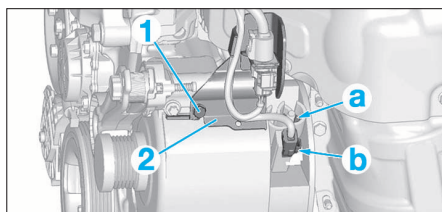

FIG. 11
- Déposer la vis (1) et le support (2) (Fig.11).